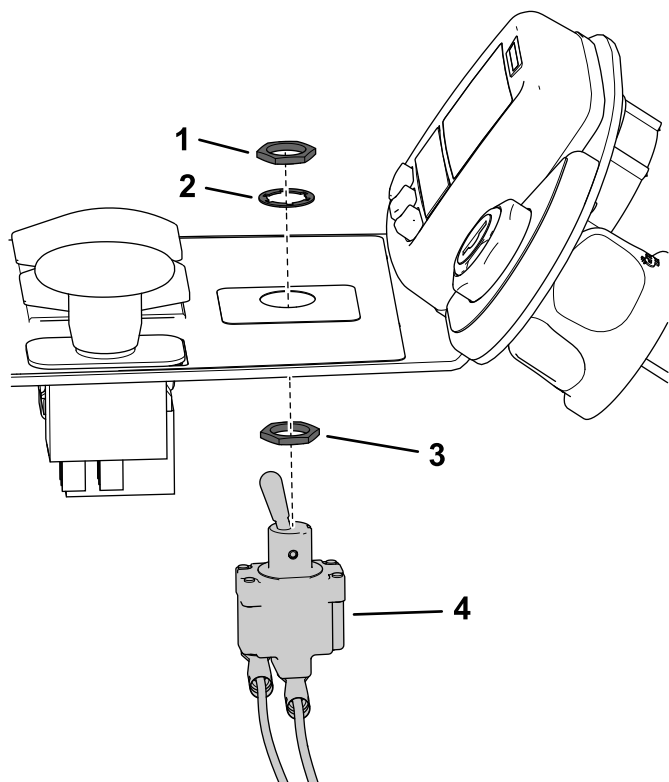

Рисунок 22
8. Вставьте тумблерный переключатель в отверстие диаметром 13 мм со стороны нижней части консоли; см. правильную ориентацию шестигранной контргайки и шайбы на Рисунок 22.